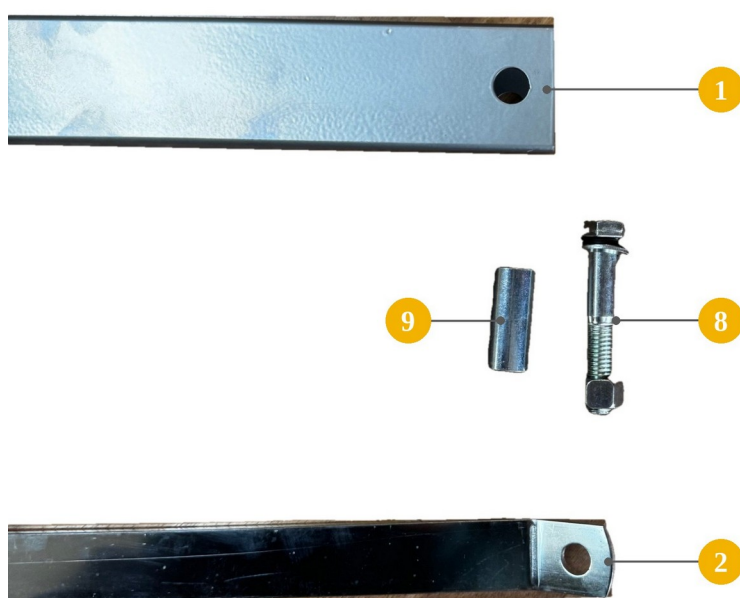

FIG. 5 — Unión de la pluma y el tirante
- 7) Una el extremo libre del tirante al extremo de la pluma (Fig. 5): con el casquillo separador (9) ya colocado, pase el tornillo (8) a través de la pluma, del casquillo y del ojal del tirante, y apriete la tuerca.